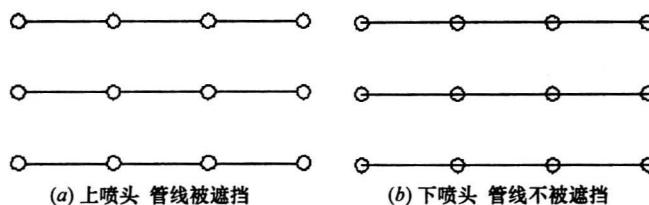

图 1-1-6 管线遮挡关系
- (1) 可以接多条管线。
- (2) 每个设备上都有接线点和插入点。
- (3) 管线是否被遮挡（见图 1-1-6）。